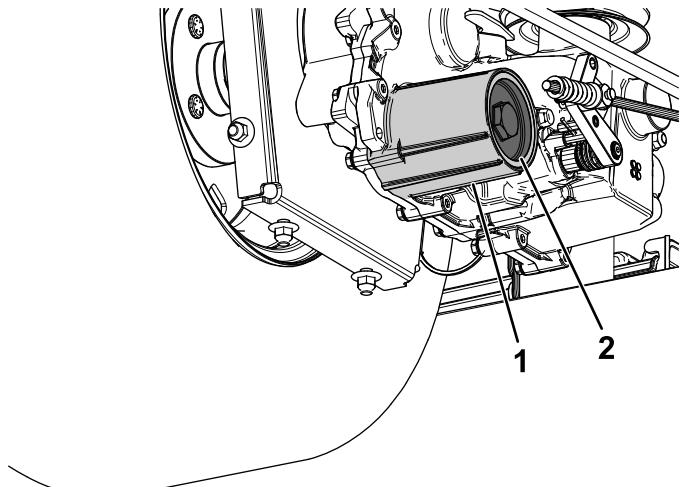

Figura 72
7. Rimuovete la copertura del filtro del fluido idraulico dal transaxle per spurgare il fluido (Figura 72).